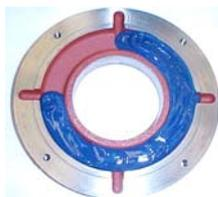

Figura 7.3: Anel de fixação externo do mancal
- Preencher  $\frac{3}{4}$  do depósito dos anéis de fixação interno e externo com a graxa recomendada (Figura 7.3) e lubrificar o rolamento com quantidade suficiente de graxa antes de montá-lo;
Quando o mancal for aberto, injetar a graxa nova através da graxeira para expelir a graxa velha que se encontra no tubo de entrada da graxa e aplicar a graxa nova no rolamento, no anel interno e anel externo, preenchendo  $\frac{3}{4}$  dos espaços vazios, conforme mostrado na Figura 7.3. No caso de mancais duplos (esfera + rolo), preencher também  $\frac{3}{4}$  dos espaços vazios entre os anéis intermediários. Nunca limpar o rolamento com panos a base de algodão, pois podem soltar fiapos, servindo de partícula sólida.